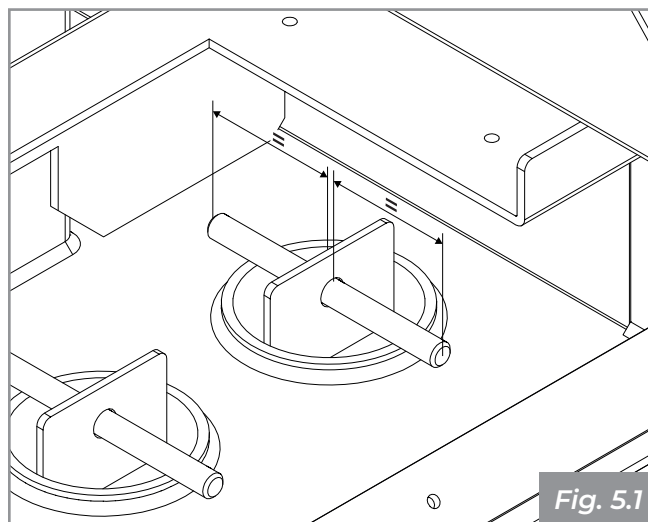

Fig. 5.1
- verificare il corretto posizionamento delle spine sui turbolatori (**Fig. 5.1**) e dei deflettori giro fumi;